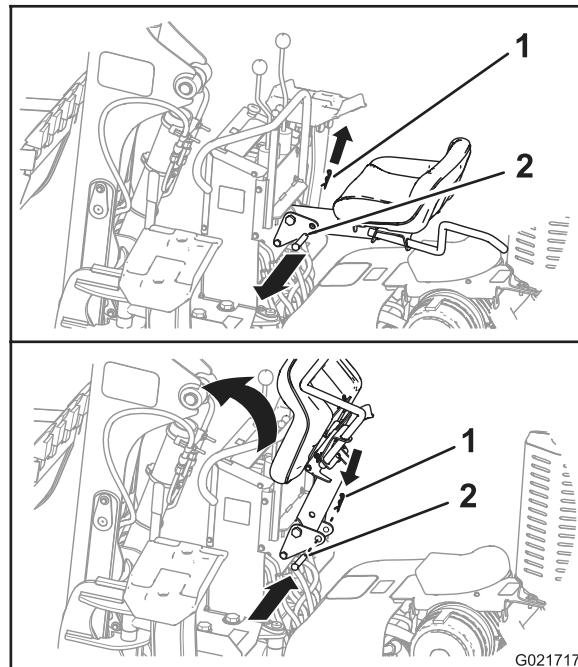

Figure 38
- A. Retirez la goupille fendue de la goupille de blocage du siège (Figure 38).
- B. Retirez la goupille de blocage du siège du cadre de la chargeuse-pelleteuse et de la colonne du siège (Figure 38).
- C. Relevez le siège vers l'avant et insérez la goupille de blocage du siège dans les trous du cadre de la chargeuse-pelleteuse pour maintenir le siège en position relevée et laisser la place pour déposer le capot avant (Figure 38).
- Retirez la goupille de blocage du siège et abaissez la colonne du siège en position d'utilisation (Figure 38).
- Insérez la goupille de blocage du siège dans le cadre de la chargeuse-pelleteuse et dans la colonne du siège (Figure 38).
- Remettez la goupille fendue dans le trou de la goupille de blocage du siège (Figure 38).